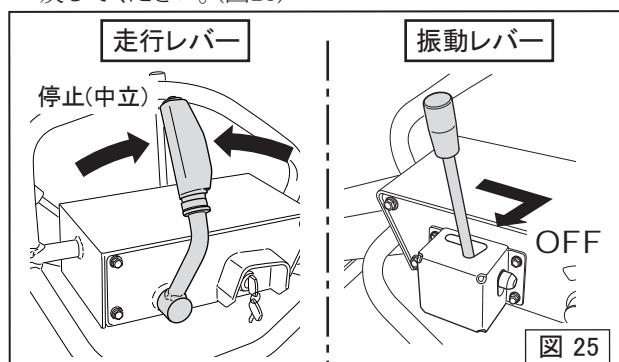

図 25
1. 振動レバーをOFFにし、走行レバーを停止(中立)に戻してください。(図25)